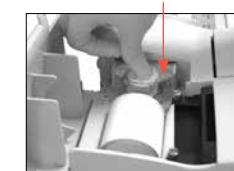

Figure 2 : Installer la nouvelle cartouche de la pompe, puis enfoncez le rouleau de la pompe
- Tenir la nouvelle cartouche de la pompe péristaltique à côté du moteur de la pompe (têtes vers le bas). Faire pivoter à la main l'axe du moteur de manière à l'aligner avec la rainure du corps de la pompe. Ensuite, aligner la cartouche sur l'axe du moteur et l'enfoncer fermement jusqu'à ce qu'elle soit bien assise dans le boîtier (Figure 2).
- Enfoncer le rouleau de la cartouche de la pompe jusqu'à ce qu'il soit bien en place sur l'axe du moteur de la pompe (Figure 2).